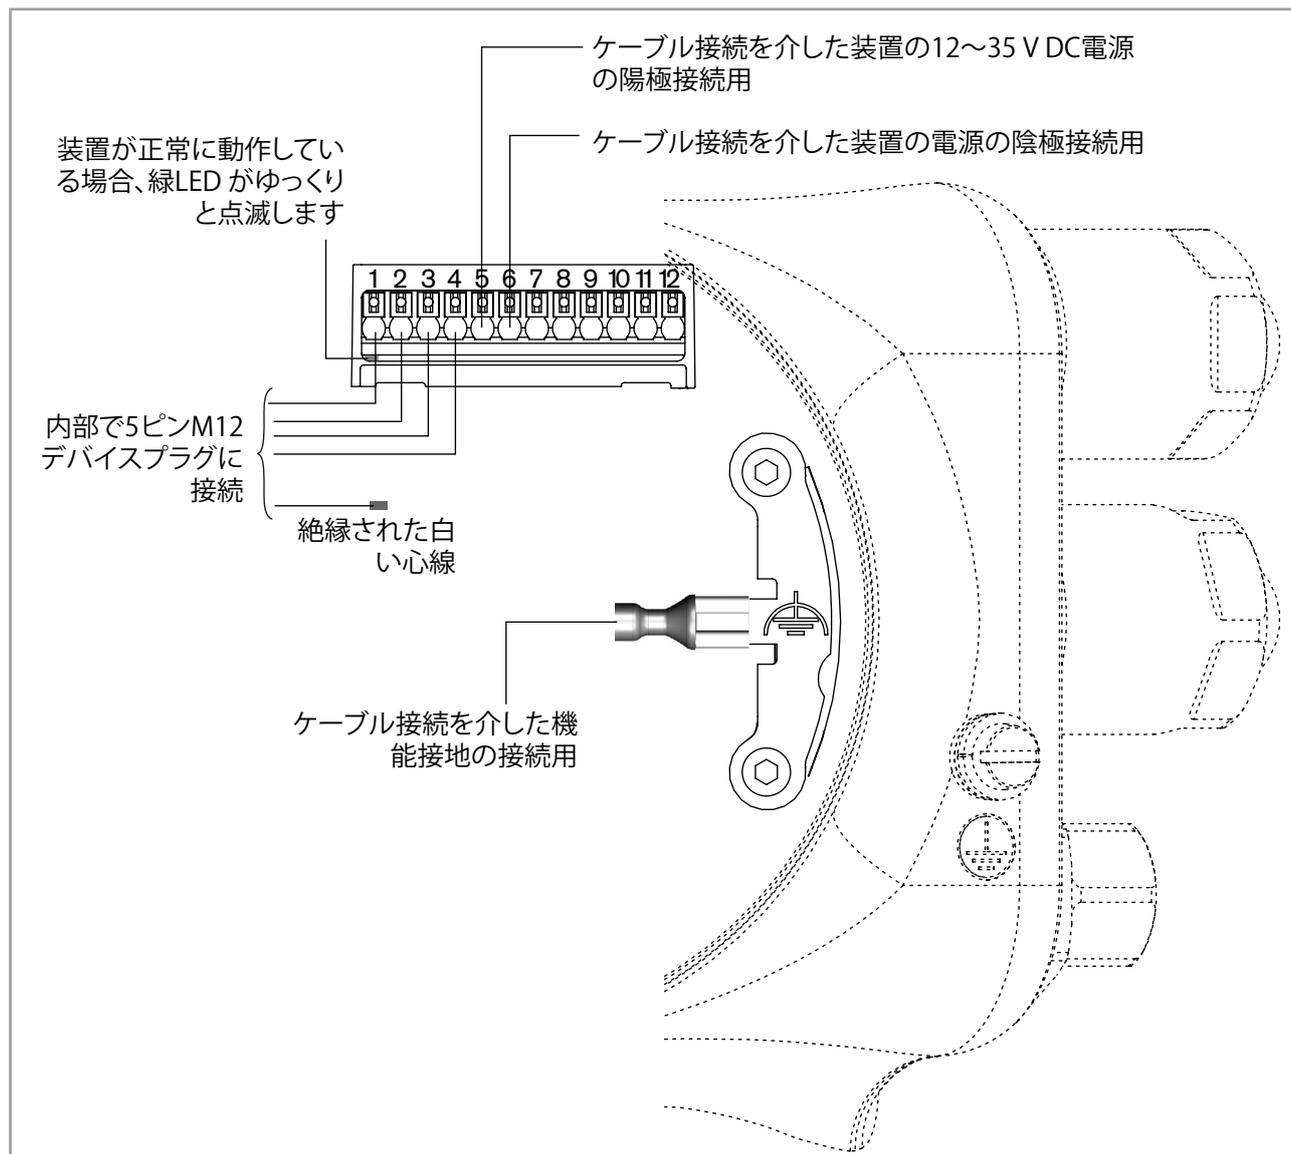

図 31: M20 x 1.5ケーブル接続を介した12~35 V DC電源の接続
- 電気ハウジングの機能接地プレート(8.13章の図 31を参照)、
3. 図31のように電源を接続します。